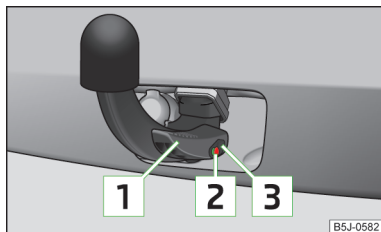

Abb. 104
- ✓ Der Hebel **1** befindet sich ganz oben » Abb. 104.